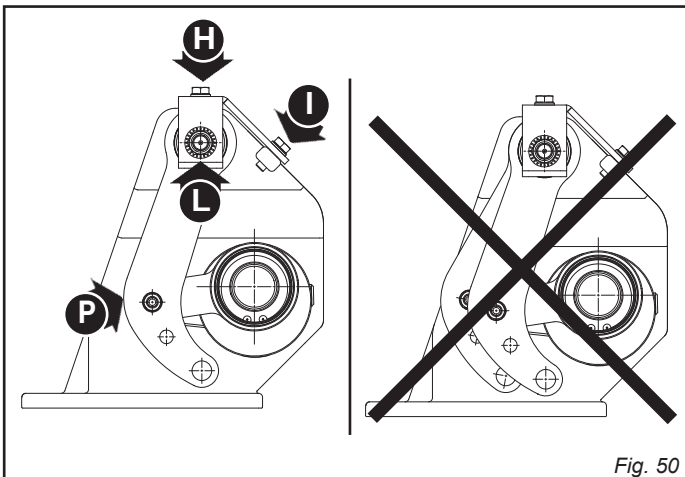

Fig. 50
- ATENȚIE: nu strângeți șuruburile dacă nu ați aliniat corect furcile (P, Fig. 50).